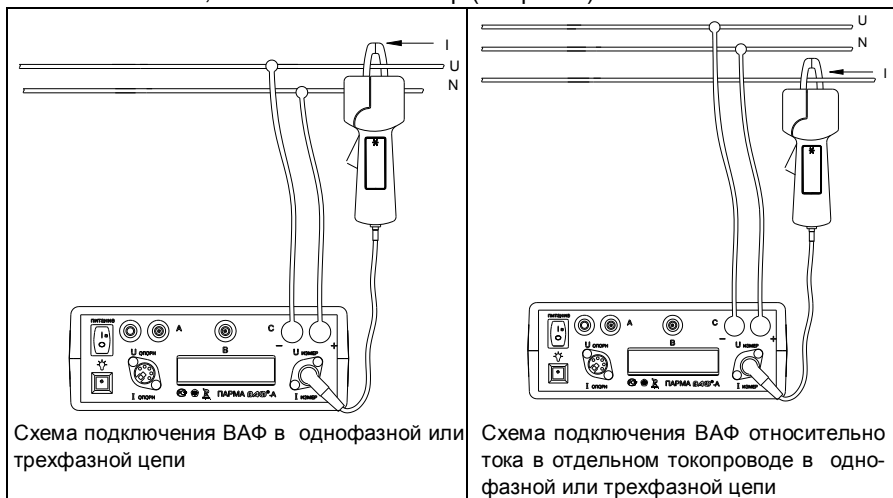

Рисунок 8
6.3.4.2 Измерительные клещи подключите к разъему измерительного канала, обозначенного Измер (см. рис. 8).
Рисунок 8а